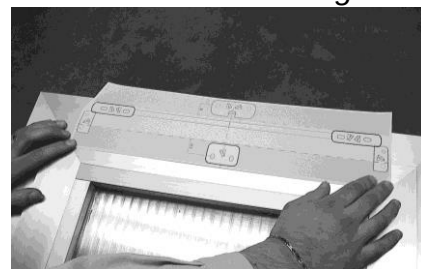

Figure 7
- Д. Прикрепите шаблон к оконной раме, убедитесь, что оси совпадают с центральной линией промаркированной «X» (Рис. 7). ВНИМАНИЕ: для некомпанарного окна разрезать шаблон по серой линии и наложить части на раму и створку.